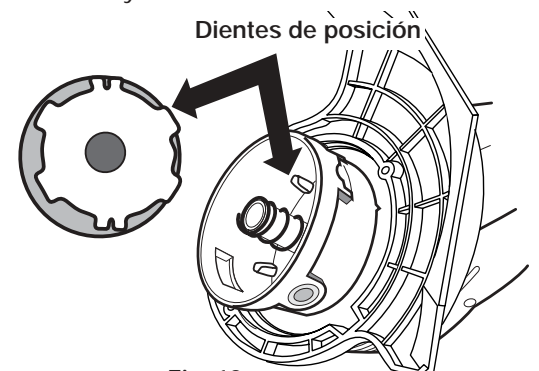

Fig. 12
4. Verifique los dientes de posición del carrete interior y la bobina exterior para ver si están desgastados (Fig. 12). Si es necesario, elimine las rebabas o cambie el carrete y la bobina.
4. Limpie la superficie interior de la bobina exterior con un paño limpio (Fig. 12).